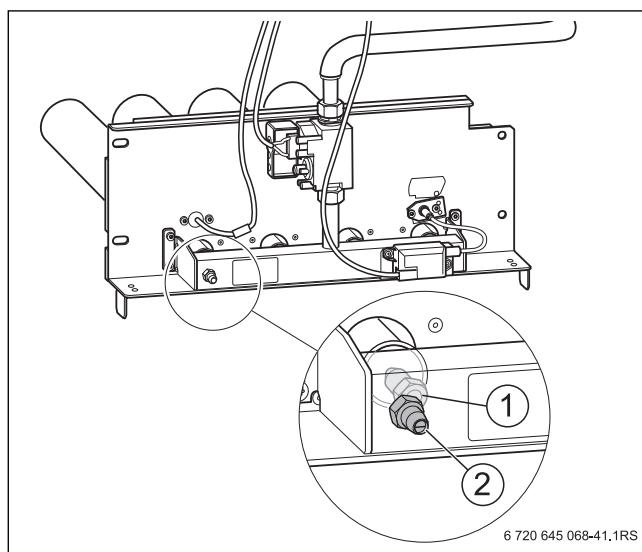

Рис. 55 Замена форсунок основного газа
- Замените форсунки основного газа (→ рис. 55 [1], стр. 42) на форсунки для нового вида газа. При этом нужно установить новые уплотнения.